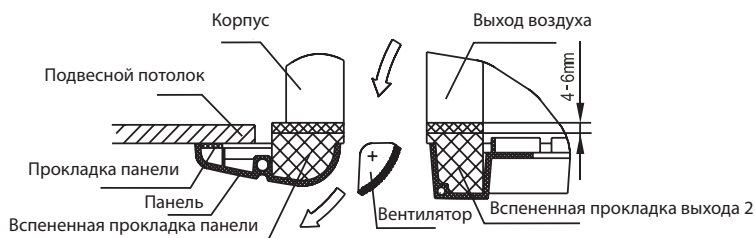

Рис. 4-16
- 6) Затягивайте винты панели, пока толщина вспененной изоляционной прокладки между корпусом кондиционера и декоративной панелью не уменьшится до 4-6 мм. Края панели должны плотно прижиматься к подвесному потолку (См. рис. 4-16).